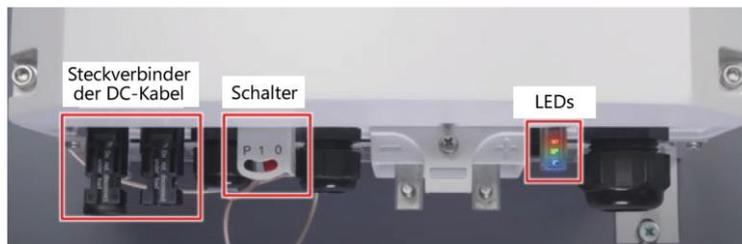

Abbildung 2 SolarEdge Home Hub-Wechselrichter, Dreiphasig – Bedienelemente und Steckverbinder
5. Stellen Sie den Schalter des Wechselrichters auf „0“ und warten Sie, bis die rote LED aus ist (siehe Abbildung 2).
9. Trennen Sie alle DC-Kabel der PV-Stränge vom Wechselrichter (siehe Abbildung 2).
14. Schließen Sie die DC-Kabel der PV-Stränge an den Wechselrichter an (siehe Abbildung 2).
- a. Stellen Sie den Schalter des Wechselrichters auf „0“ (siehe Abbildung 2).
- e. Stellen Sie den Schalter des Wechselrichters auf „I“, um den Wechselrichter einzuschalten (siehe Abbildung 2).